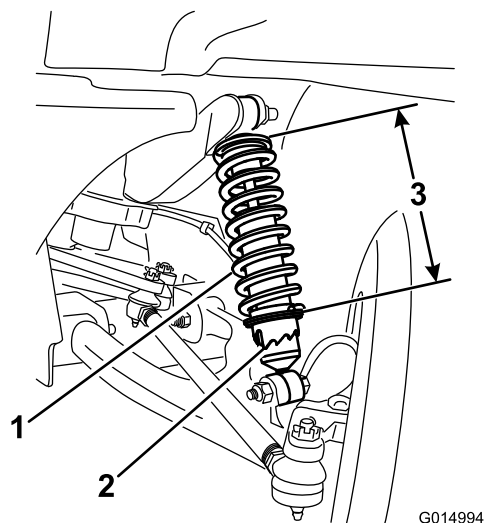

Figura 43
3. Usando la herramienta TORO6010, gire el collarín del amortiguador para variar la longitud del muelle (Figura 43).